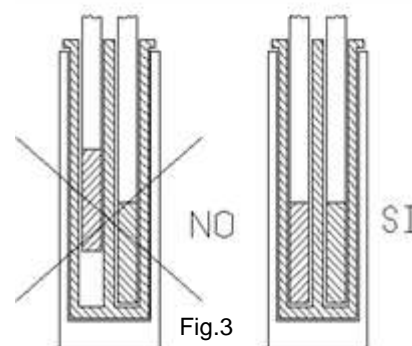

Fig.3
- Per la taratura a confronto con un campione di riferimento occorre posizionare le due sonde, quella campione e quella da tarare, alla stessa altezza e più vicine possibile tra di loro (fig. 3).